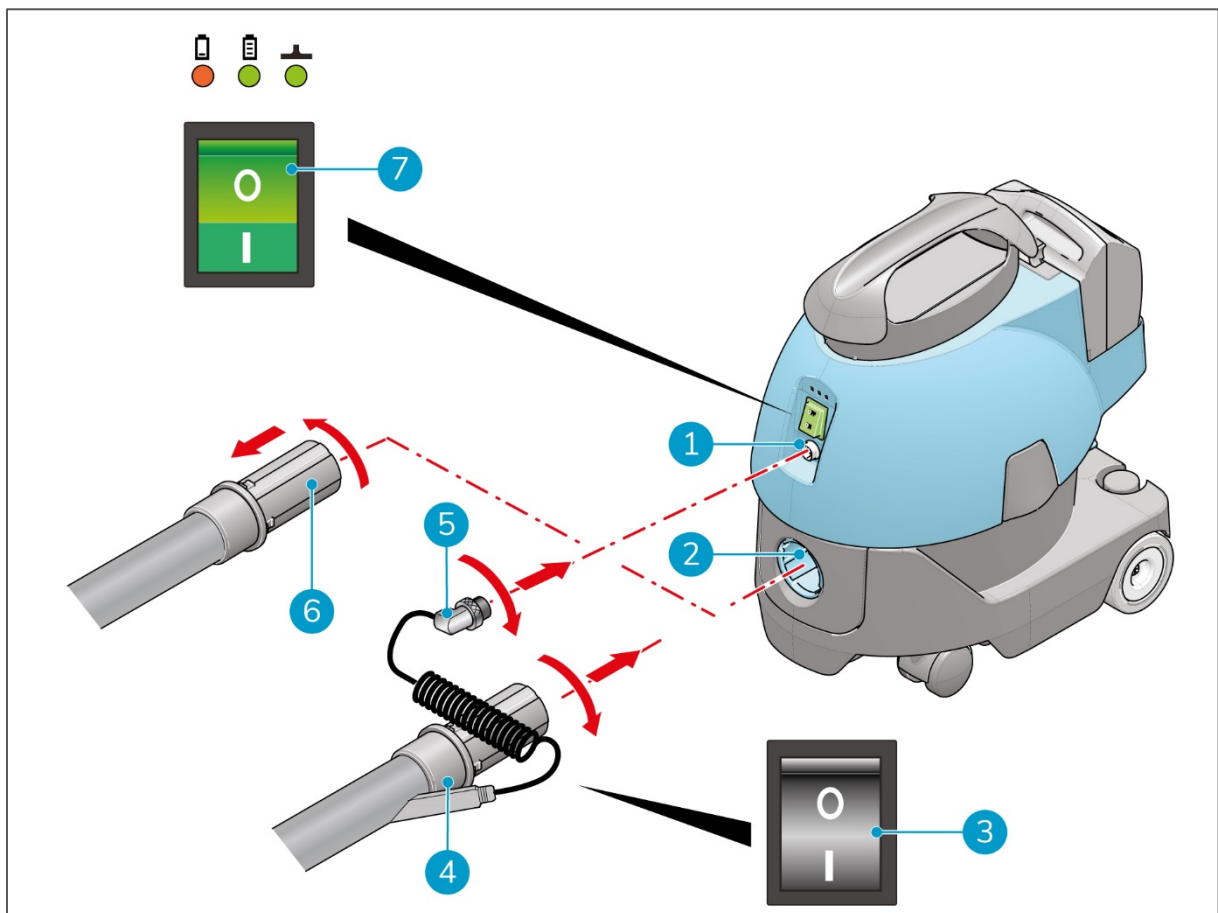

Abbildung 20
1. Drehen Sie den Schlauch der Serienausstattung entgegen dem Uhrzeigersinn (Figure 20, Pos. 6).
3. Führen Sie den Schlauch des i-brush (Figure 20, Pos. 4) in den Schlauchanschluss (Figure 20, Pos. 2) ein.
5. Stecken Sie den i-brush-Stecker (Figure 20, Pos. 5) in die Buchse am i-vac 5B (Figure 20, Pos. 1) und ziehen Sie die Steckerverriegelung fest.
6. Drücken Sie den ON/OFF-Schalter (Figure 20, Pos. 7), um den i-vac 5B einzuschalten.
7. Drücken Sie den ON/OFF-Schalter (Figure 20, Pos. 3), um den i-brush einzuschalten.
1. Drücken Sie den ON/OFF-Schalter (Figure 20, Pos. 3), um den i-brush auszuschalten.
2. Drücken Sie den ON/OFF-Schalter (Figure 20, Pos. 7), um den i-vac 5B auszuschalten.